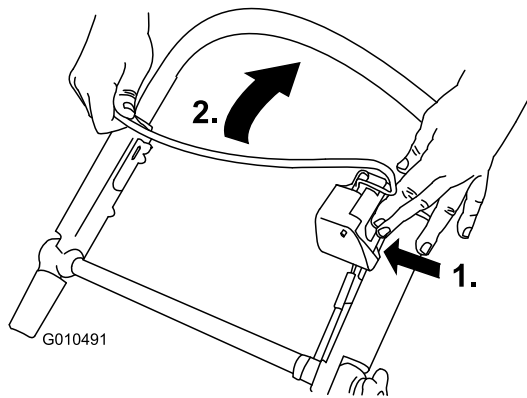

Figure 23
1. Appuyez sur le bouton de commande de la lame et serrez la barre de commande contre le guidon (Figure 23).